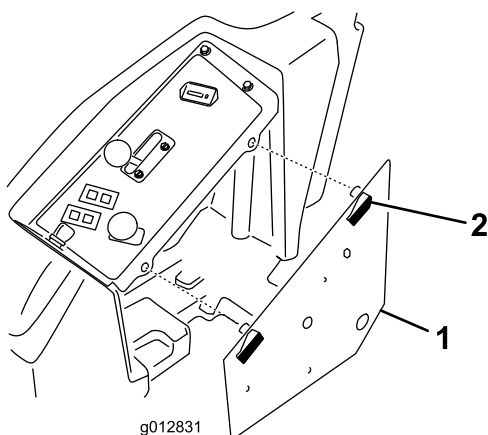

Рисунок 22
- Освободите защелки крышки панели управления и снимите крышку (Рисунок 22).
6. Освободите защелки крышки панели управления и снимите крышку (Рисунок 22).